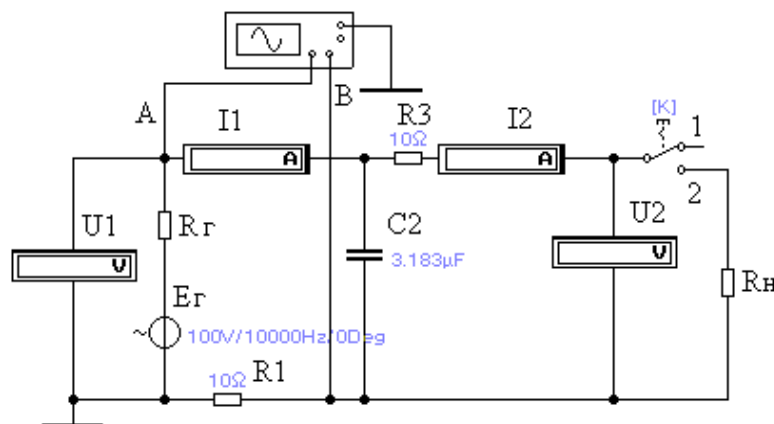
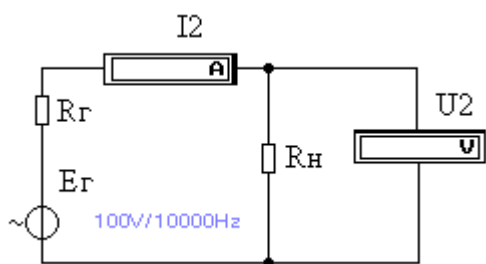
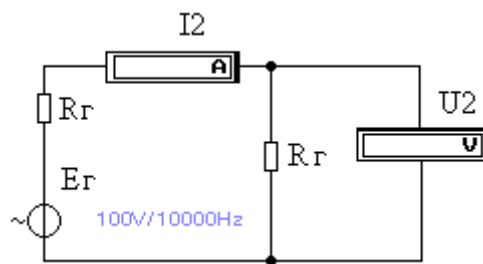

Рисунок 3
Рисунок 4
Рисунок 5
1. Собрать схему электрической цепи (рисунок 3).
5. Собрать схему электрической цепи (рис. 4). Для этого достаточно в схеме (рисунок 3) выделить и удалить элементы четырехполюсника, вольтметр $V1$, амперметр $I1$, осциллограф
8. Собрать схему электрической цепи (рис.5). Для этого достаточно в схеме (рис.4) установить $R_H = R_{\Gamma}$ (режим согласованной нагрузки с источником, при котором в нагрузке выделяется максимальная мощность).